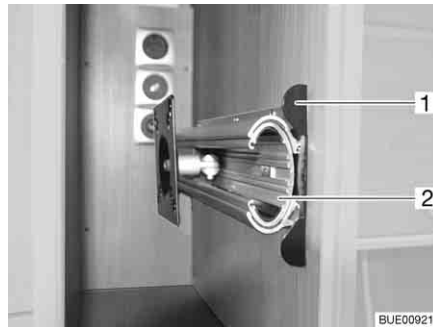

Bild 49 Fäste i TV-skåp
- Tryck in låslisten (Bild 49,1).
- Drag ut utdragsanordningen (Bild 49,2) till stoppläget.
- Skjut in utdragsanordningen (Bild 49,2), tills låslisten (Bild 49,1) hakar i.